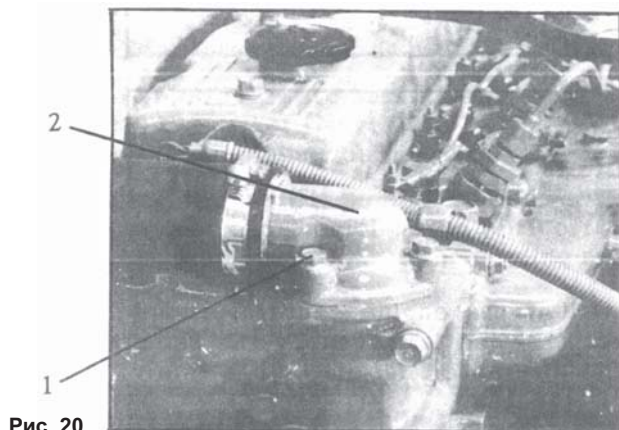

Рис. 20
4. Выкрутите три болта в основании верхней части корпуса (1) и снимите верхнюю часть (2) (рис. 20).
7. Если во время разборки была повреждена изоляция, замените ее. Закрепите крышку корпуса тремя позиционными болтами (1) рис.20.